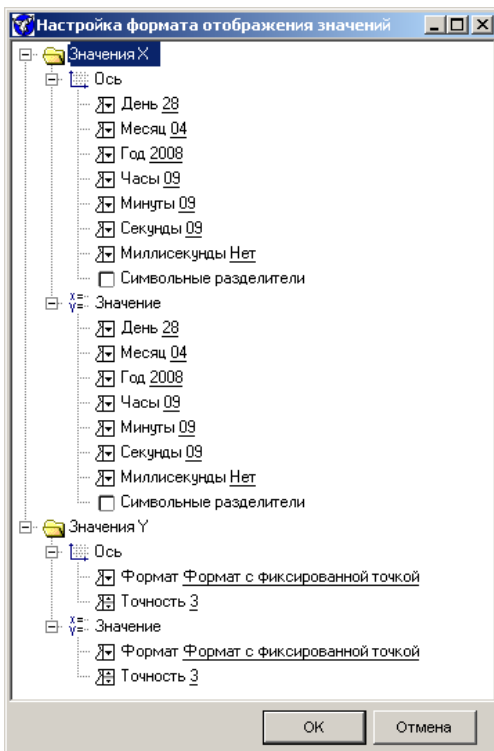

Рис. 36. Окно настройки формата отображения значений
- **Формат отображения значений** – выбор формата отображения измерений осей - формат времени и формат чисел (с фиксированной точкой, научный и т.д.) и задание числа знаков после запятой. При выборе этого пункта показывается окно настроек, показанное на рис. 36.